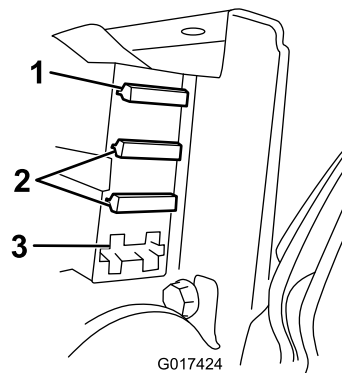

図 36
3. ヒューズボックス内部のヒューズを点検する（図 36）。
- ・ 飛んでいるヒューズを発見した場合には、所定の電圧および電流値のものに交換する（図 36）。